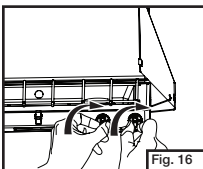
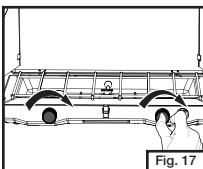

Fig. 16
Fig. 17
- Cierre firmemente ambas válvulas del quemador. (Fig. 16 y Fig. 17)